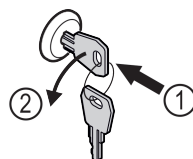

Fig. 183
- Πιέστε μέσα το κλειδί. Fig. 183 (1)
- Περιστρέψτε το κλειδί 90° αριστερόστροφα. Fig. 183 (2)